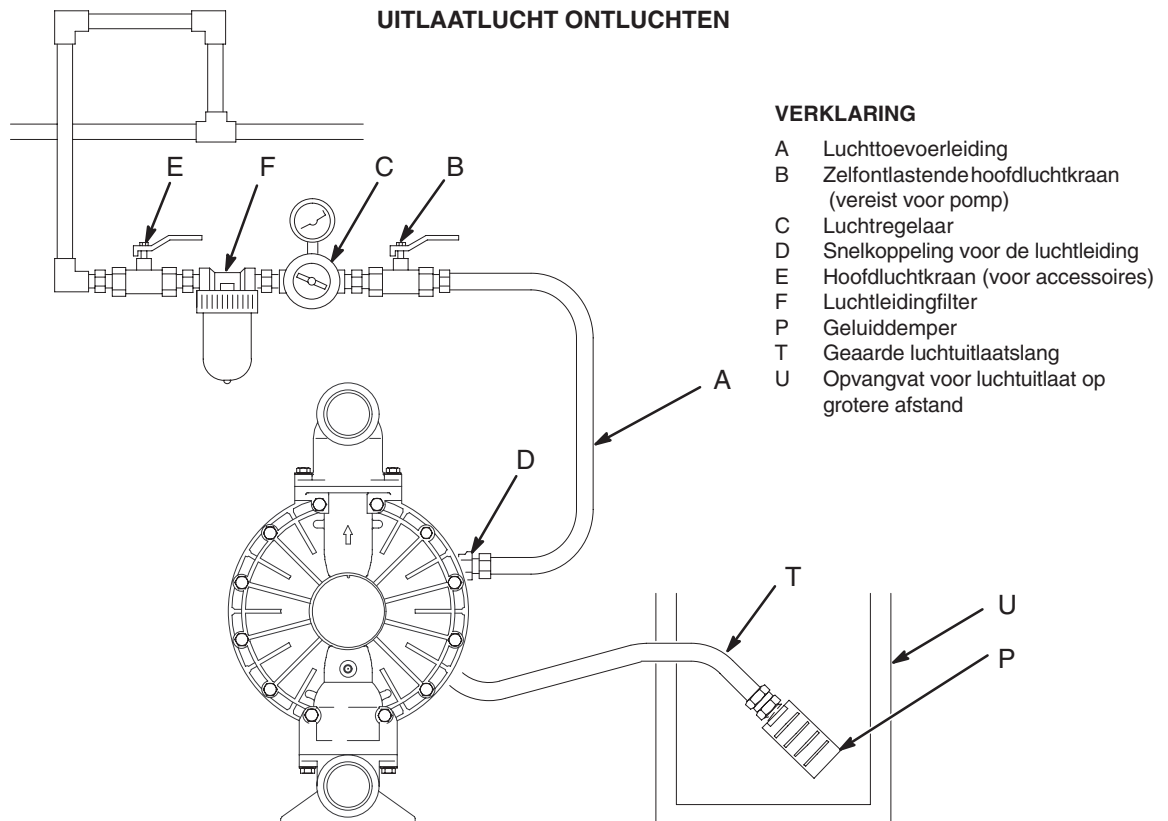

Fig. 5
Als het membraan scheurt, dan wordt de vloeistof met de lucht mee naar buiten gepompt. Plaats een opvangbak aan het uiteinde van de luchtuitlaatleiding om de vloeistof op te vangen, mocht het membraan scheuren. Zie Fig. 5.
1. Haal de geluiddemper (P) van de luchtuitlaatpoort van de pomp.
2. Sluit een gearde luchtafvoerslang (T) aan en sluit de demper (P) aan op het andere uiteinde van de slang. De minimale grootte van de luchtafvoerslang is een binnendiameter van 19 mm. Als er een langere slang nodig is dan 4,57 m, gebruik dan een slang met een grotere diameter. Vermijd scherpe bochten of het knikken van de slang. Zie Fig. 5.
3. Plaats een vat (U) aan het eind van de luchtuitlaatleiding, zodat in geval van eventueel scheuren van het membraan het materiaal opgevangen wordt.